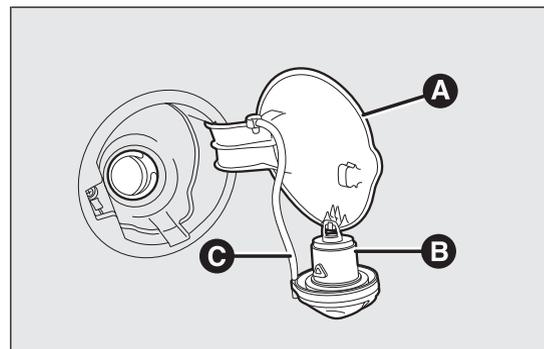

fig. 102
1) Aprire lo sportello A fig. 102 tirandolo verso l'esterno, mantenere il tappo B fig. 102 fermo, inserire la chiave di avviamento nella serratura e ruotarla in senso antiorario.
Il tappo è dotato di un dispositivo antismarrimento C fig. 102 che lo assicura allo sportello rendendolo imperdibile. Durante il rifornimento agganciare il tappo allo sportello, come illustrato in figura.